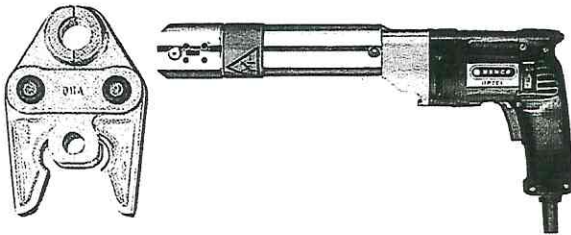

Figure 2 - Outils de sertissage HENCO
- une sertisseuse sur secteur (M-BHY) (voir *figure 2*), et une sertisseuse sur batterie (M-BA 00) à utiliser avec des mâchoires individuelles de sertissage par diamètre (BE14 à BE32)